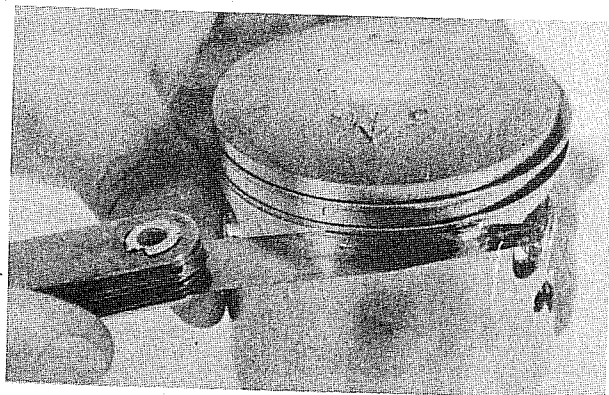

Bild 61
- Beim Kolben in die Ringnuten eingesetzten Ringen ist mit Hilfe einer Fühlerlehre das Spiel zwischen Ringseite und Nut zu messen (Bild 61). Wenn das Mass ausserhalb der zulässigen Toleranz liegt, Ring und/oder Kolben ersetzen.